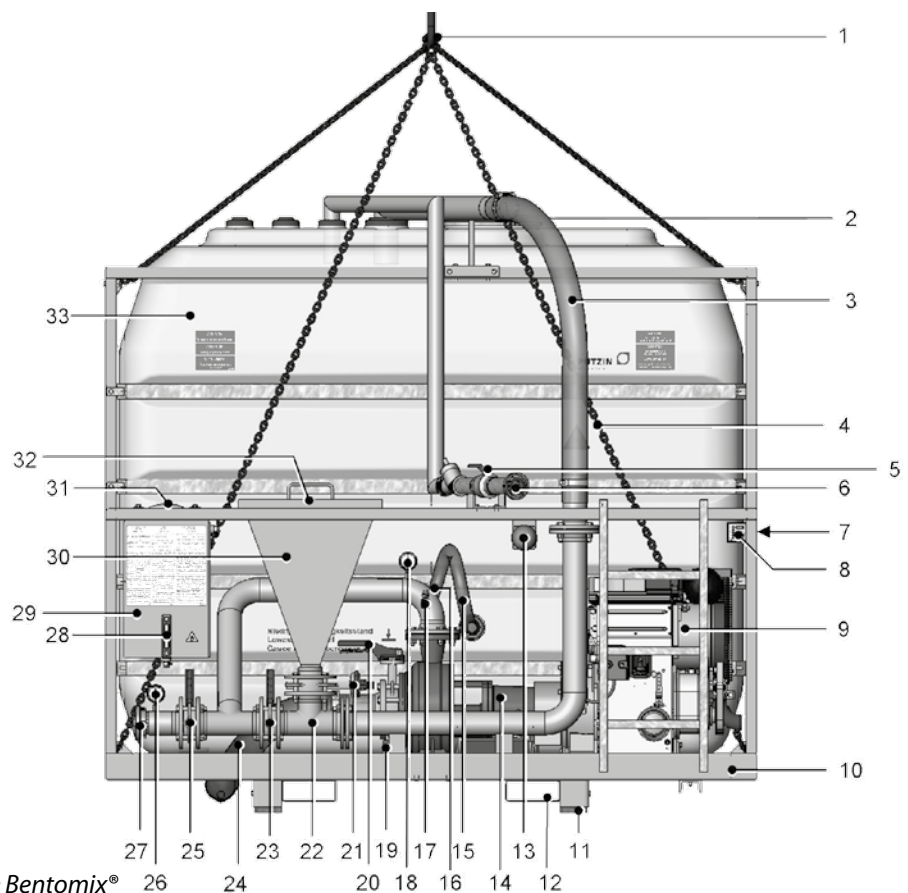

Abb. 3 Aufbau der Bentonit-Mischanlage Bentomix®
Sie besteht aus einem 3000 (Bentomix® 3000) bzw. 5000 (Bentomix® 5000) Liter fassenden Kunststofftank (Abb. 3, 33) auf der Rückseite, der auf einem Stahlrohrgestell (10) gelagert und befestigt ist.